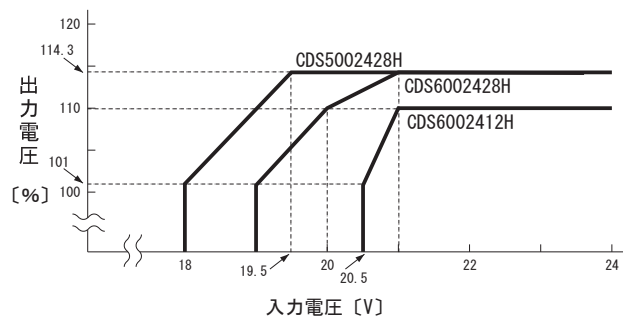

図 4.6 入力電圧ディレーティング
- なお、CDS5002428H、CDS6002412H、CDS6002428H において出力電圧可変し、定格電圧の 101% 以上で使用する場合、入力電圧ディレーティングが必要となります (図 4.6)。また、出力電圧を上昇させる場合、最大出力電力を超えないように出力電流を低減してください。
(1) 外付け抵抗による出力電圧可変
■ボリューム (VR1) と抵抗 (R1, R2) を図 4.6 のように接続することで、出力電圧を可変できます。